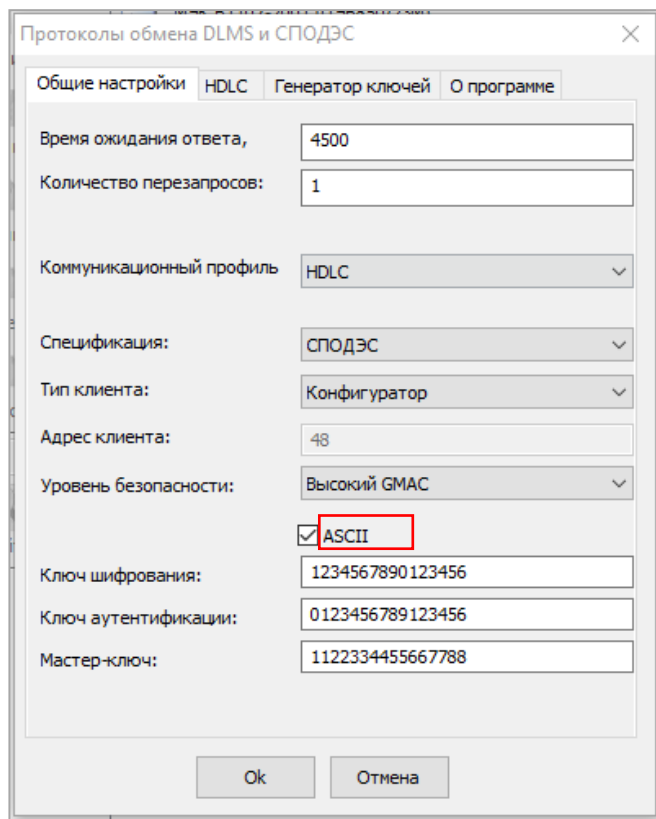

Рисунок 35 - Ввод ключей в символьном виде
- символами (галочка ASCII включена) (см. рисунок 35);